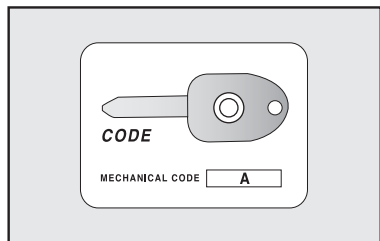

fig. 2
- desbloqueo del baúl por medio del control remoto (llave **B-fig. 2**);
- bloqueo/desbloqueo de las puertas y del baúl por medio del control remoto (llave **B-fig. 2**).
Junto a las llaves se entrega la CODE CARD **fig. 2** en la que se encuentran:
A-fig. 2 - El código mecánico de las llaves que debe comunicar al personal de la **Red de Asistencia Fiat** si desea solicitar duplicados de la llave.